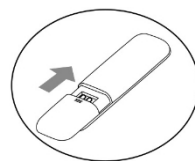

Abb.3
- Setzen Sie den Deckel wieder in das Batteriefach ein (siehe Pfeilrichtung in Abb.3).